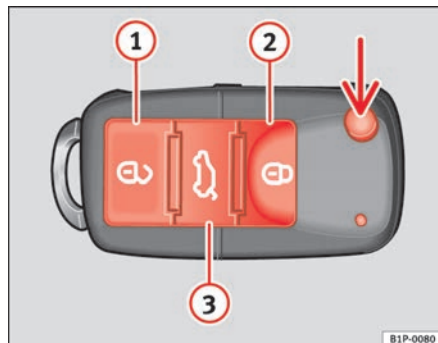

Fig. 64 Tasti della chiave con telecomando
Con il tasto  fig. 64 (freccia) del telecomando, si sblocca lo scatto della chiave.
Inoltre, la spia della batteria della chiave  fig. 64, lampeggia.
Premere una sola volta il tasto   fig. 64 , per aprire la porta del conducente, le altre porte rimarranno chiuse.
⇒ pag. 102, fig. 64 .
- Chiudere il veicolo con la chiave con telecomando ⇒ pag. 102, fig. 64 dalla serratura della porta del guidatore.